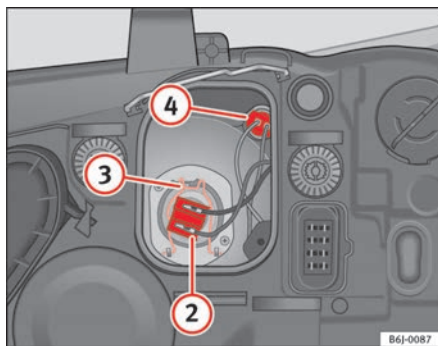

Abb. 147 Standlicht
- Ziehen Sie den Stecker ⇒ Abb. 147 ② von der Lampe ab.
- Die Haltefeder ⇒ Abb. 147 ③ durch Eindrücken und Rechtsdrehung abnehmen.